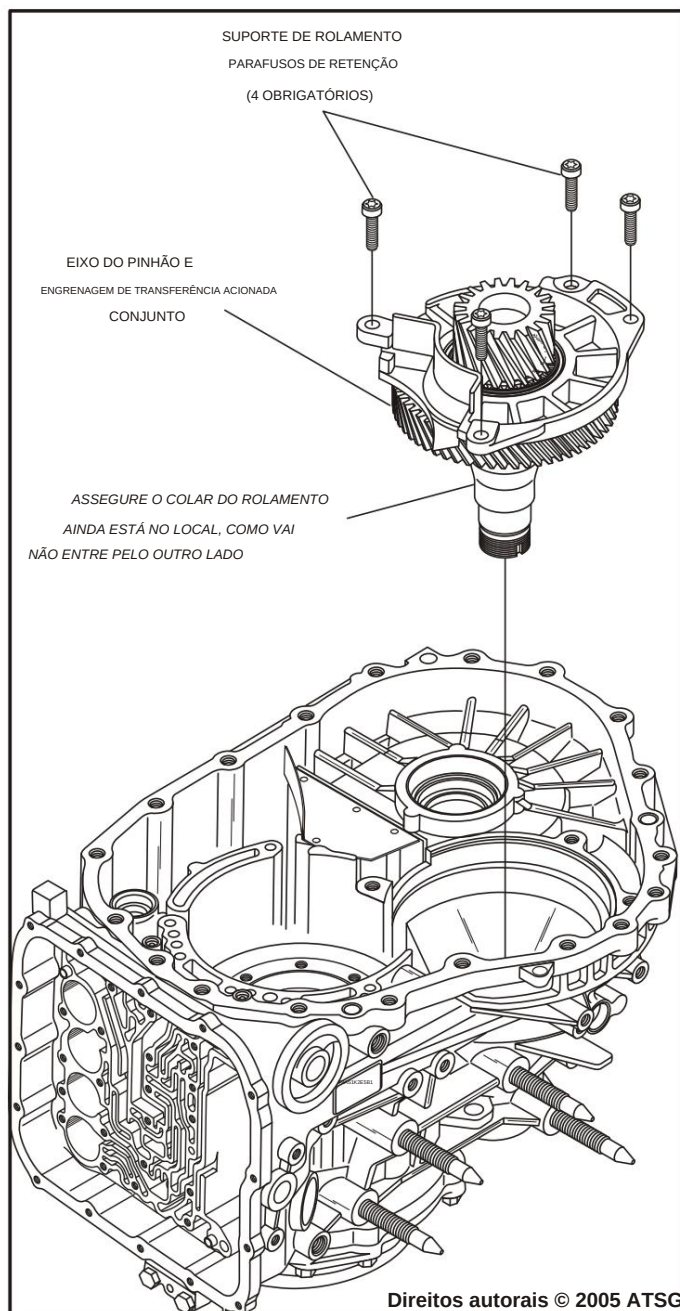

Figura 151
1. Se tiver sido removido para manutenção do rolamento, o pinhão o conjunto do eixo e da engrenagem de transferência acionada **deve** ser instalado primeiro, conforme mostrado na Figura 151.
2. Instale o eixo do pinhão completo e o conjunto da engrenagem de transferência acionada na carcaça, conforme mostrado na Figura 151.
3. Instale os quatro **novos** parafusos de retenção necessários, conforme mostrado na Figura 151 e aperte os parafusos para: